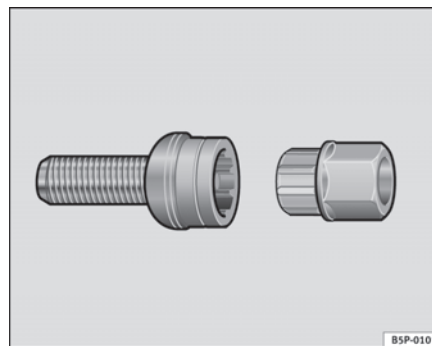

Fig. 182 Viti antifurto
- Innestare l'adattatore nella vite antifurto, spingendolo fino in fondo ⇒ **fig. 182.**